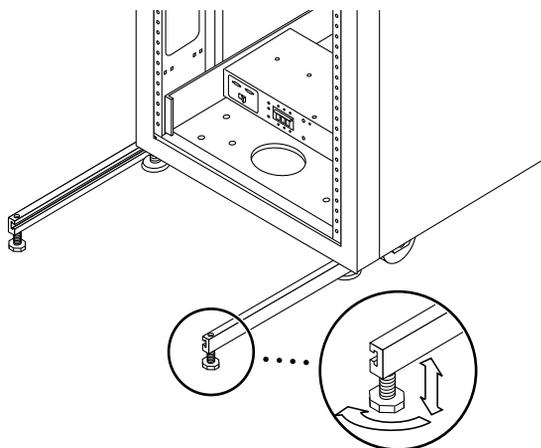

図 2-4 安定脚の高さ調整パッドの調節
5. 高さ調整レンチを使って、安定脚が床面に接するように両方の安定脚の足を調節します (図 2-4)。